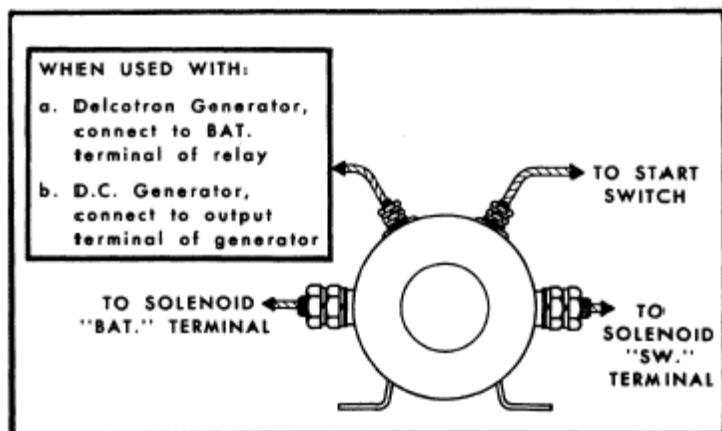

Figure 1
1. Faites les connections à l'interrupteur magnétique (relais) tel comme on montre dans la Figure 1. N'utilisez pas le petircâble de terre.